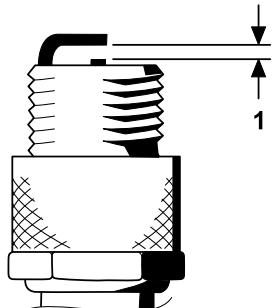

Figura 43
4. Ajuste la distancia entre los electrodos central y lateral a 0,76 mm, tal y como se muestra en la Figura 43.